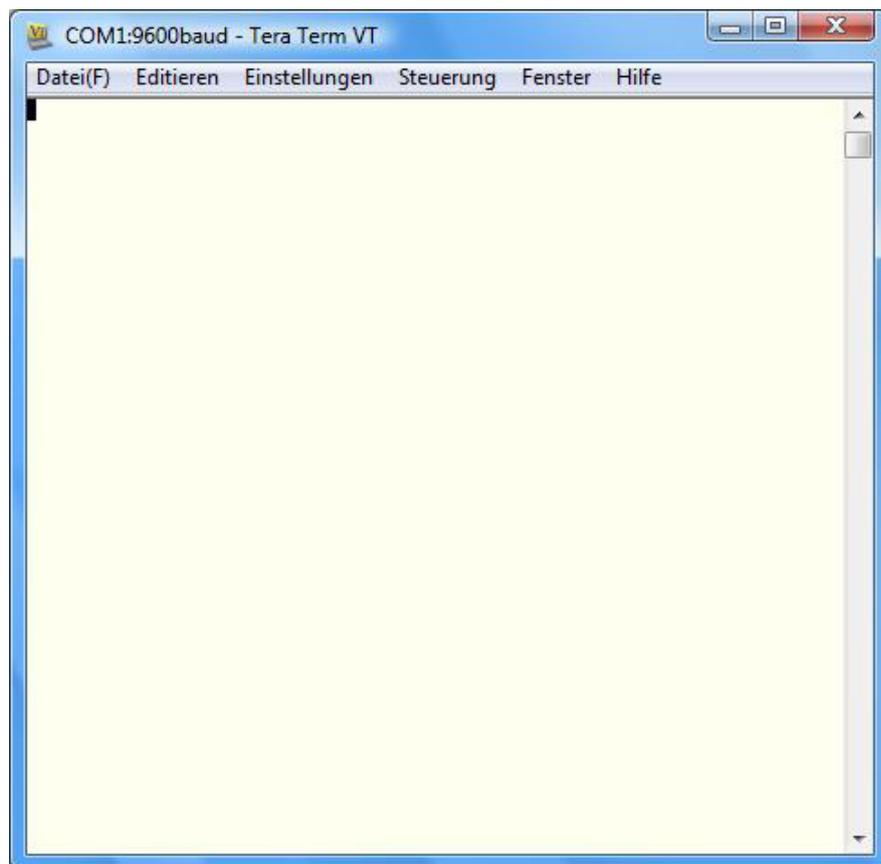
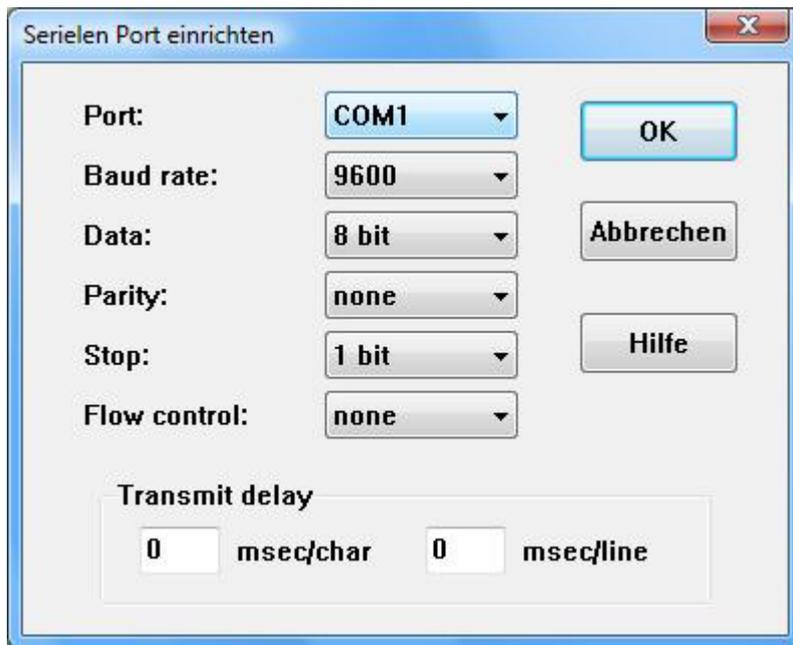

Abbildung 4: Konfiguration des Tera Term-Terminal (1)
Abbildung 5: Konfiguration des Tera Term-Terminal (2)
- Stellen Sie die Baudrate und das Protokoll auf der seriellen Schnittstelle (z.B. COM1) unter **Einstellungen\Serieller Port** im Tera Term Menü ein (*siehe Abbildung 4 und Abbildung 5*).